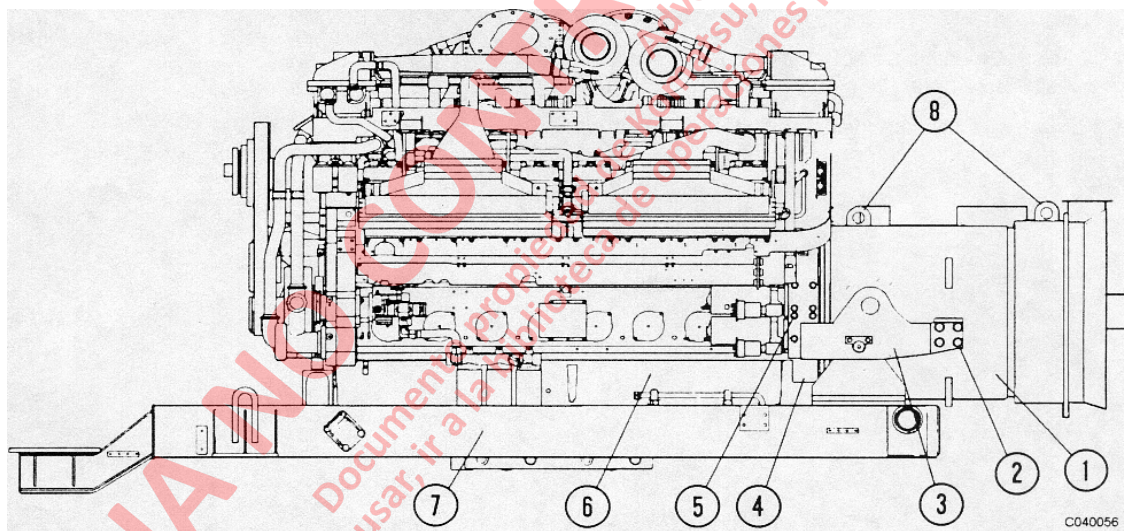

Figura 4-1. MOTOR Y ALTERNADOR
Las siguientes instrucciones corresponden al desmontaje del alternador principal del motor, después de haber retirado el módulo de potencia del camión (Consulte Figura 4-1).
1. Sujete el tecele con dos cadenas de elevación a las dos argollas de elevación del alternador (8, Figura 4-1).
- b. Suelte los tornillos del motor/base de montaje (5, Figura 4.1).
5. Tense el cable del tecla y saque los pernos y golillas de seguridad (2, Figura 4-1) que sujetan el alternador a las estructuras de la base de montaje.